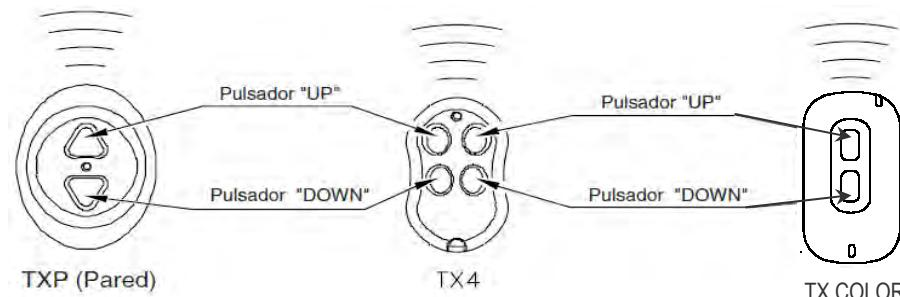

FIG 2
3. Presionar un pulsador del nuevo mando a distancia que desea memorizar; la central memoriza el nuevo mando a distancia y sale automáticamente del estado de programación.FIG.2.